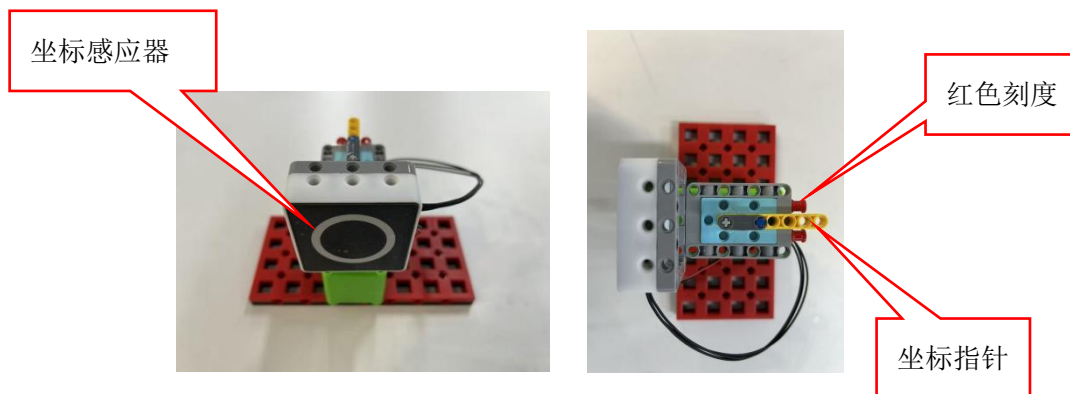

图 14 初始状态
(1) 场地上摆放有一星图坐标装置，机器人需靠近坐标感应器，坐标指针初始位于 2 个红色刻度之间，如下图 14 所示。